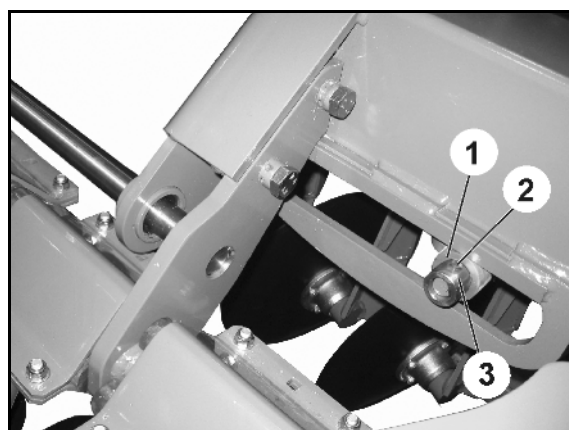

Рис. 62
Для замены ролика (Рис. 62/1) поставьте разложенный агрегат так, чтобы не было нагрузки на ролик.
1. Ослабьте резьбовое соединение (Рис. 62/2).
2. Снимите втулку (Рис. 62/3).